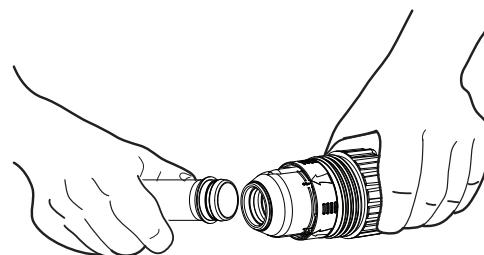

Figure 6
4. Séparez le tuyau d'extension intérieur. (Voir la Figure 6).